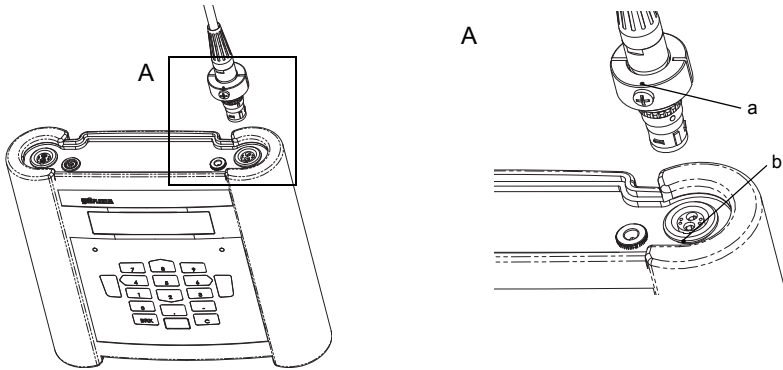

Abb. 7.9: Anschluss der Sensoren (FLUXUS F608**-F2)
- Stecken Sie den Stecker des Sensorkabels in die Buchse des Messumformers. Der rote Punkt (a) auf dem Stecker muss mit der roten Markierung (b) an der Buchse übereinstimmen (siehe Abb. 7.9).